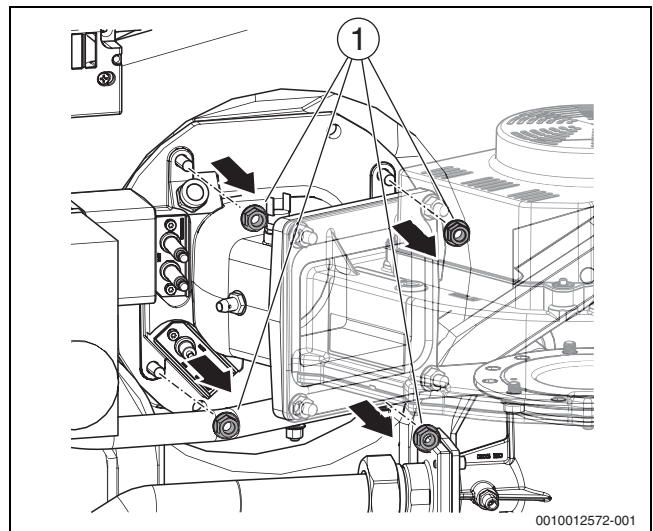
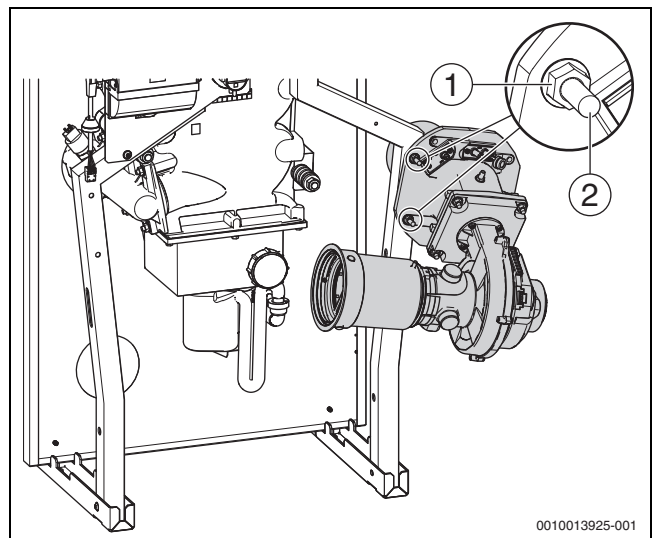

Fig. 46 Desserrage de l'écrou du mélangeur coudé
Fig. 47 Brûleur en position d'entretien (montage droit)
- ▶ Insérer le brûleur avec la bride sur les vis montées en usine (→ Fig. 47, [2]) et le fixer avec les deux écrous de fixation auparavant (→ Fig. 46, [1]).